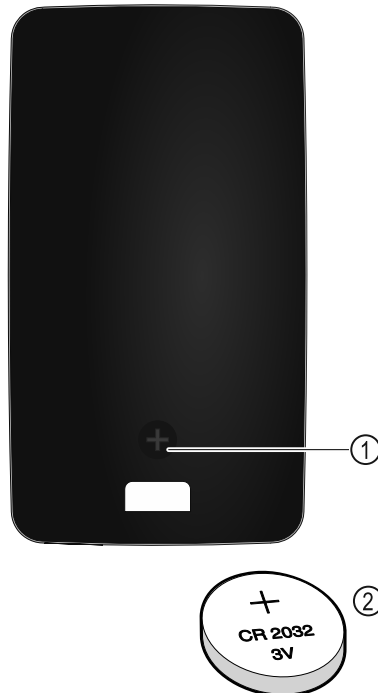

Fig. 220
Oddaljeni upravljalnik se napaja prek baterije tipa CR 2032 s 3 V Fig. 220 (2). Takšen tip baterije je na voljo v specializirani trgovini.
- ▶ Odvijte vijak Fig. 220 (1) na zadnji strani oddaljenega upravljalnika.